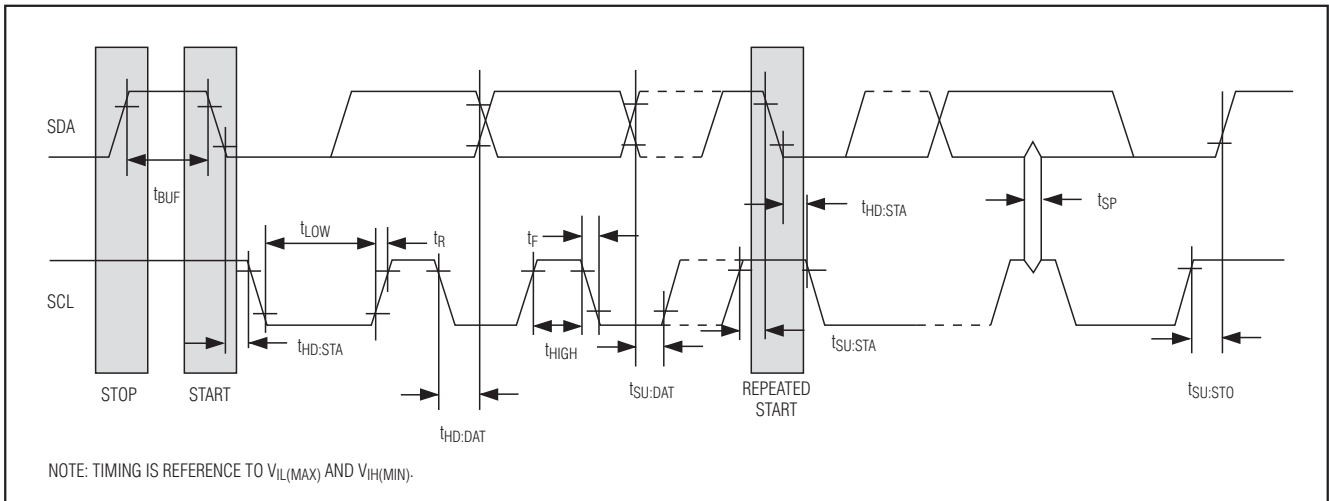

图9. I2C时序图
**写位:** SDA的跳变必须发生在SCL为低电平期间。在SCL为高脉冲期间以及建立时间和保持时间要求的范围内(见图9),SDA数据必须保持稳定有效。数据在SCL的上升沿移入器件。
**读位:** 写操作结束时,主机必须释放SDA总线,在下一个SCL上升沿到来之前(读位时)保持一定的建立时间(见图9)。器件在前一次SCL脉冲的下降沿移出SDA数据的每一位,且数据位在当前SCL脉冲的上升沿保持有效。需要注意的是:主机产生所有的SCL时钟脉冲,也包括从从机读取数据时。
**应答(ACK和NACK):** 应答(ACK)或非应答(NACK)始终为字节传输过程中发送的第9位。接收数据的设备(读操作中的主机或写操作中的从机)通过在第9位发送“0”执行ACK操作,器件通过在第9位发送“1”执行NACK操作。ACK和NACK的操作时序(图9)与其它写位的时序相同。ACK是设备正常接收数据的应答信号。NACK用于终止一次读序列,或表示器件没有收到数据。